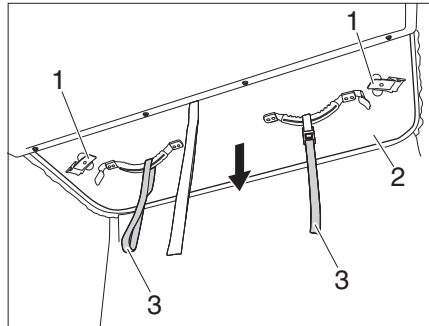
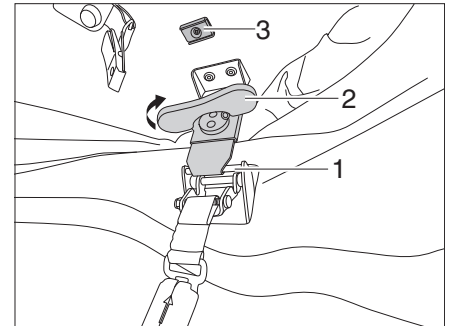

Fig. 52 Tirer le toit relevable vers le bas
Fig. 53 Serrer le verrouillage
- ▷ Veiller à ce que les leviers de fermeture (Figure 52,1) soient fixés en haut à l'aimant.
- Contrôler si les verrouillages sont fixés par les aimants (Figure 53,3).
- Tirer le toit relevable (Figure 52,2) vers le bas à l'aide des poignées de traction (Figure 52,3).
- Détacher le levier de fermeture (Figure 52,1) de l'aimant (Figure 53,3) et l'accrocher dans le verrouillage (Figure 53,1).
- Tourner la poignée tournante (Figure 53,2) du verrouillage dans le sens des aiguilles d'une montre jusqu'à ce que le verrouillage soit fixé.
- Rabattre la poignée tournante (Figure 53,2) vers le haut.